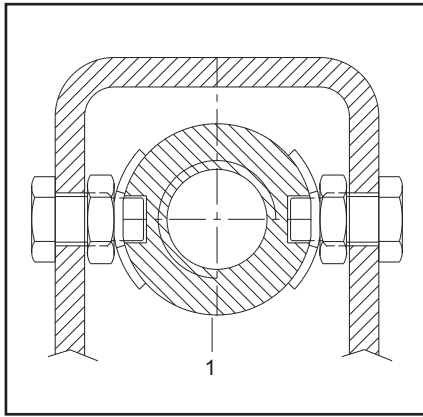

Fig.65 - Abb.65
- check dimension in Fig.65: For optimal operating conditions ensure $A = 1.5 \text{ mm.}$
■ Contrôler la cote A (Fig. 65). Si $A=1,5$ mm: écrou en parfait état. Si $A=0$ mm: l'écrou est usé à 50%; la limite d'usure est atteinte. Faire remplacer l'écrou sans attendre. (Contacter le Centre Technique agréé).
- Die Höhe anhand der Abbildung 65 kontrollieren: bei $A = 1,5$ mm wird ein optimaler Betrieb gewährleistet; bei $A = 0$ mm ist das tragende Spiralgehäuse zu ca. 50% verschlissen und muß ausgewechselt werden. Es ist der autorisierte Kundendienst zu rufen.
- Verificare, con chiave dinamometrica, che la coppia di serraggio dei dadi di bloccaggio della chiocciola portante (Fig.65 pos.1) sia di circa 20 Nm.
- Using a torque wrench set to ca. 20 Nm, check the nuts (pos.1 Fig.65) are tightened enough.
- Vérifier à l'aide d'une clé dynamométrique que la couple de blocage de l'écrou porteur (Fig.65 pos.1)soit d'environ 20Nm.
- Mit einem Drehmomentschlüssel sicherstellen,dab das Anzugsmoment der Arretiermuttern der Tragmutter (Abb.65;pos.1)ca.20 Nm ist.
- Verificar con una llave de torsión calibrada a 20Nm aprox. que las tuercas estén bien apretadas (fig.65 pos.1).